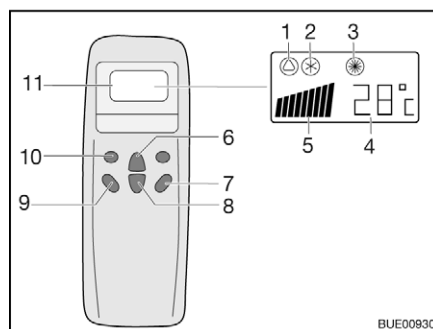
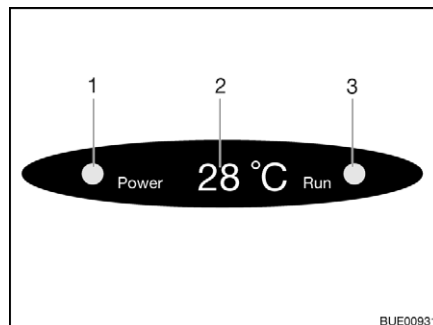

Bild 216 Fernbedienung
Bild 217 Anzeige am Diffusor
- Die Taste "ON/OFF" (Bild 216,7) drücken.
- Die Taste "Mode" (Bild 216,10) so oft drücken, bis die gewünschte Betriebsart (Bild 216,1, 2 oder 3) auf dem Display angezeigt wird. Die entsprechende Kontroll-Leuchte auf der Anzeige am Diffusor (Bild 217,3) leuchtet.
- Mit den Tasten Temperaturerhöhung (Bild 216,6) oder Temperaturverminderung (Bild 216,8) die gewünschte Temperatur einstellen.
- Mit der Taste Lüfterdrehzahl (Bild 216,9) die gewünschte Lüfterstufe wählen.
Ausschalten: ■ Die Taste "ON/OFF" (Bild 216,7) drücken.